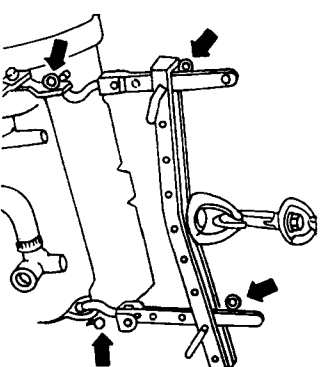

图 1-11 用吊架杆起吊发动机
- (1) 拆下发动机左右后支架。
- (2) 拆下发动机前支架。
- (3) 按图 1-11 所示, 安装吊架杆, 起吊发动机。
- (4) 旋下连接螺栓, 拆下变速器。